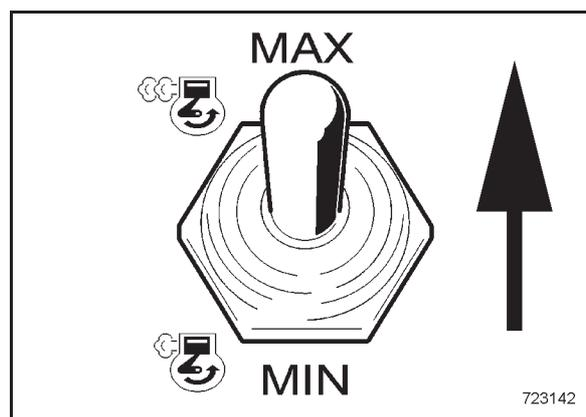

Bild 45
- Kippschalter (Bild 45) auf max. Motordrehzahl stellen.